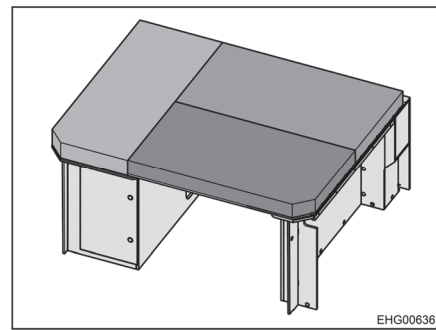

Bild 40 Heckbett (zum Schlafen umgebaut)
- Die Polster wie in Bild 40 dargestellt auf der Liegefläche verteilen.